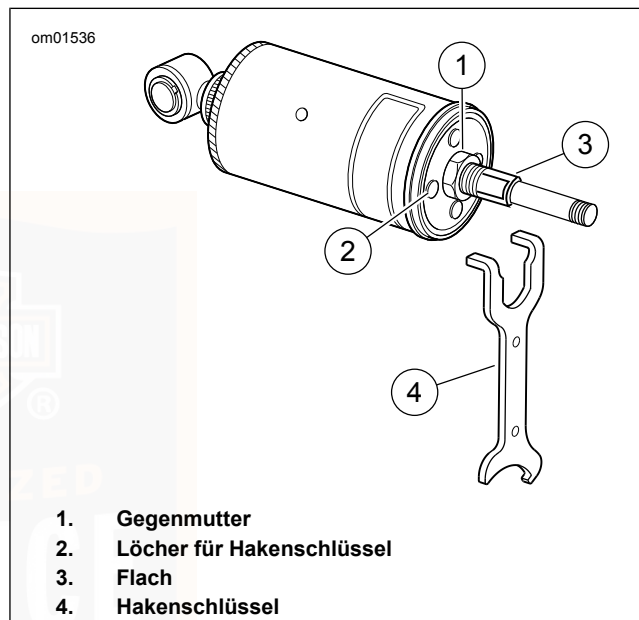

Abbildung 29. Einstellung der Stoßdämpfer
1. Siehe Abbildung 29. Die Stange mit einem an den Abflachungen der Stoßdämpferwelle (3) angesetzten Schraubenschlüssel festhalten und die Gegenmutter (1) lösen.
2. Die Zungen des STOSSDÄMPFER-EINSTELLSCHLÜSSEL (TEILE-NR.: 94448-82B) (4) in den Löchern (2) im hinteren Hinterradstoßdämpferkörper ansetzen, um den Stoßdämpferkörper bis zum Anschlag im Uhrzeigersinn zu drehen. Diese Einstellung ist das minimale Fahrergewicht.